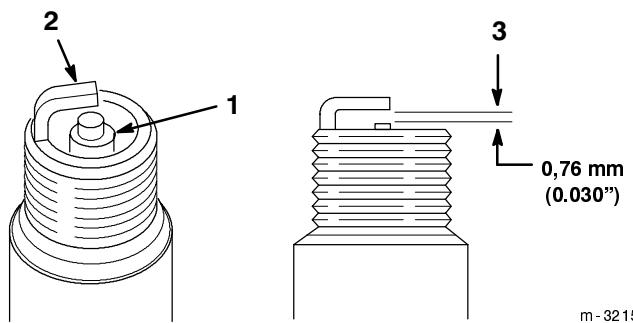

Abbildung 29
- Auf die Mitte der Zündkerze sehen (Abb. 29). Wenn am Elektrodenisolator eine leicht braune oder graue Verfärbung sichtbar ist, läuft der Motor gut. Eine schwarze Beschichtung auf dem Isolator weist gewöhnlich auf einen verschmutzten Luftfilter hin.
- Den Luftspalt zwischen der mittleren und der seitlichen Elektrode kontrollieren (Abb. 29). Die Seitenelektrode (Abb. 29) biegen, wenn der Abstand nicht korrekt ist.